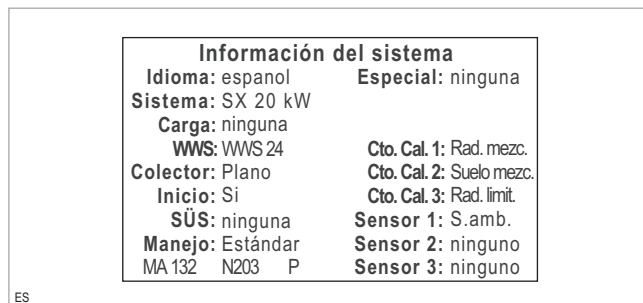

Fig. 22: El menú Información del sistema
1. En el menú „INFORMACIÓN DEL SISTEMA“ (véase → fig. 22, p. 11), introduzca los parámetros de ajuste en el protocolo de inicialización que se encuentran en las → instrucciones de manejo para el instalador (H36/L35/L36/P31/P33).
Aparece un listado de todos los componentes de la instalación inicializados (véase → fig. 22, p. 11).